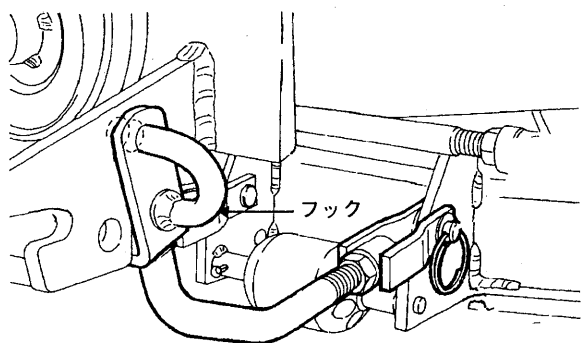

図34 フロントリンク取付け
- (12) モア前部のフックを引き、モアへフロントリンクを取付けてください。(図34参照)
- (13) フロントリンク前部のフックを引き、本機の図の穴にフックを入れ、フロントリンクを取付けてください。